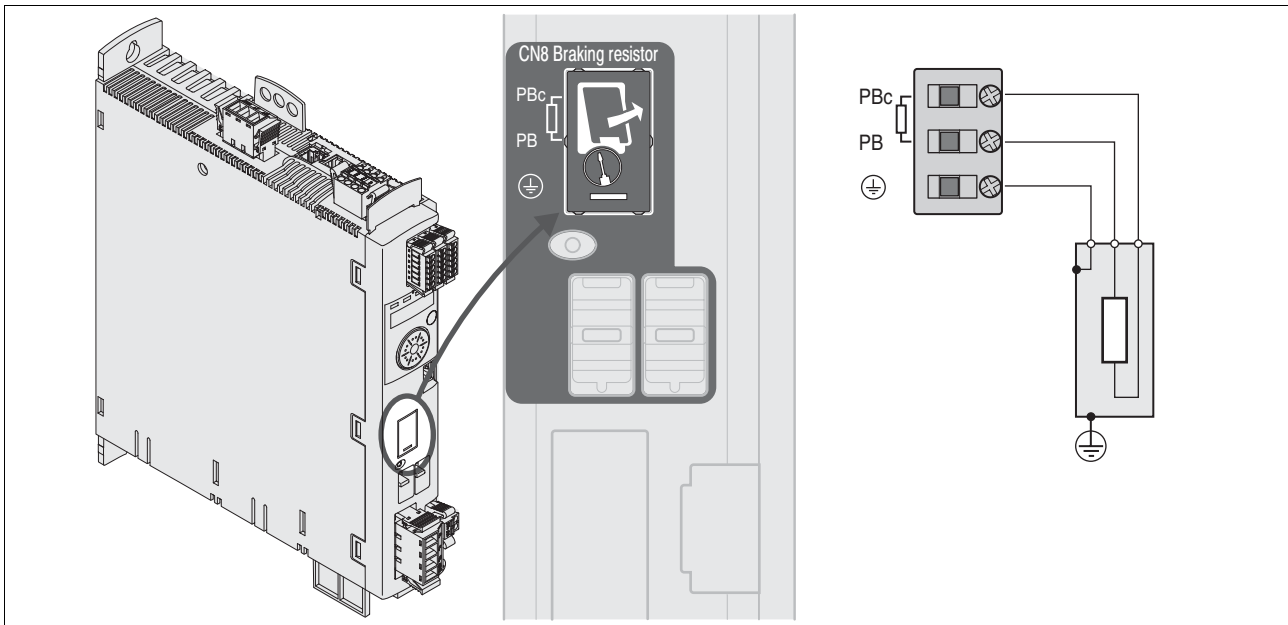

图 6.9 制动电阻接线图
- ▶ 将外部制动电阻连接在设备上，参见 图 6.9。注意接线端子螺钉的不同拧紧力矩。